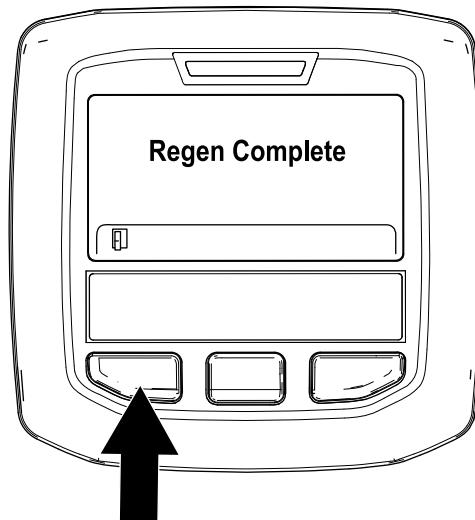

Figure 52
- La régénération en stationnement est terminée quand le message « Regen Complete » (régén. terminée) s'affiche dans l'InfoCenter. Appuyez sur le bouton gauche pour quitter l'écran d'accueil (Figure 52).